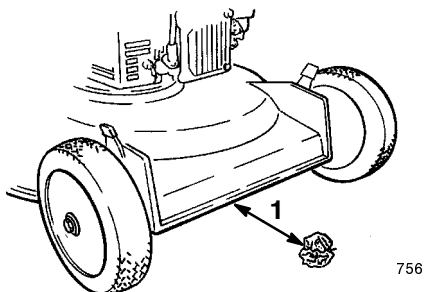

Figura 14
5. Tome media página de periódico y haga una bola con ella que sea lo suficientemente pequeña como para pasar por debajo de la plataforma (de unos 75 mm de diámetro) tal y como muestra la Figura 14.